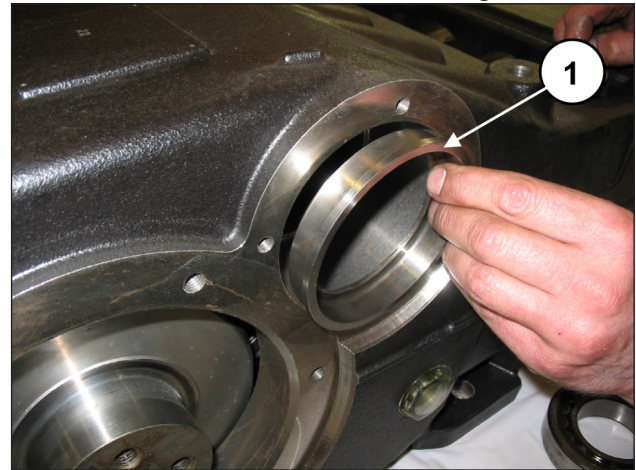
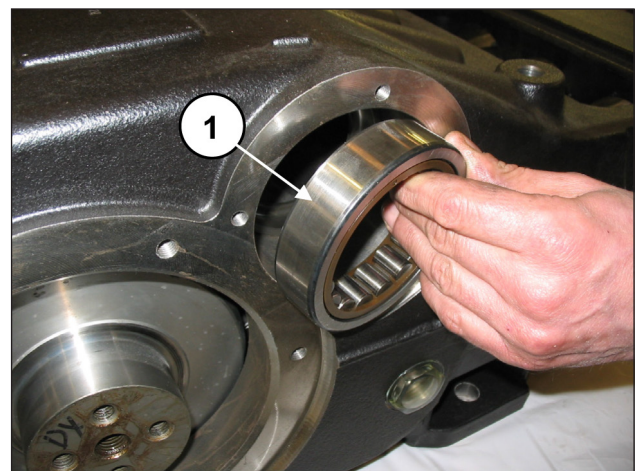

Abb. 53
Abb. 54
Treiben Sie auf einer Gehäuseseite die Schmierbuchse der Lager (Pos. ①, Abb. 53) und einen Außenring des Lagers (Pos. ①, Abb. 54) mithilfe eines Dorns mit Schlagwerk ein.